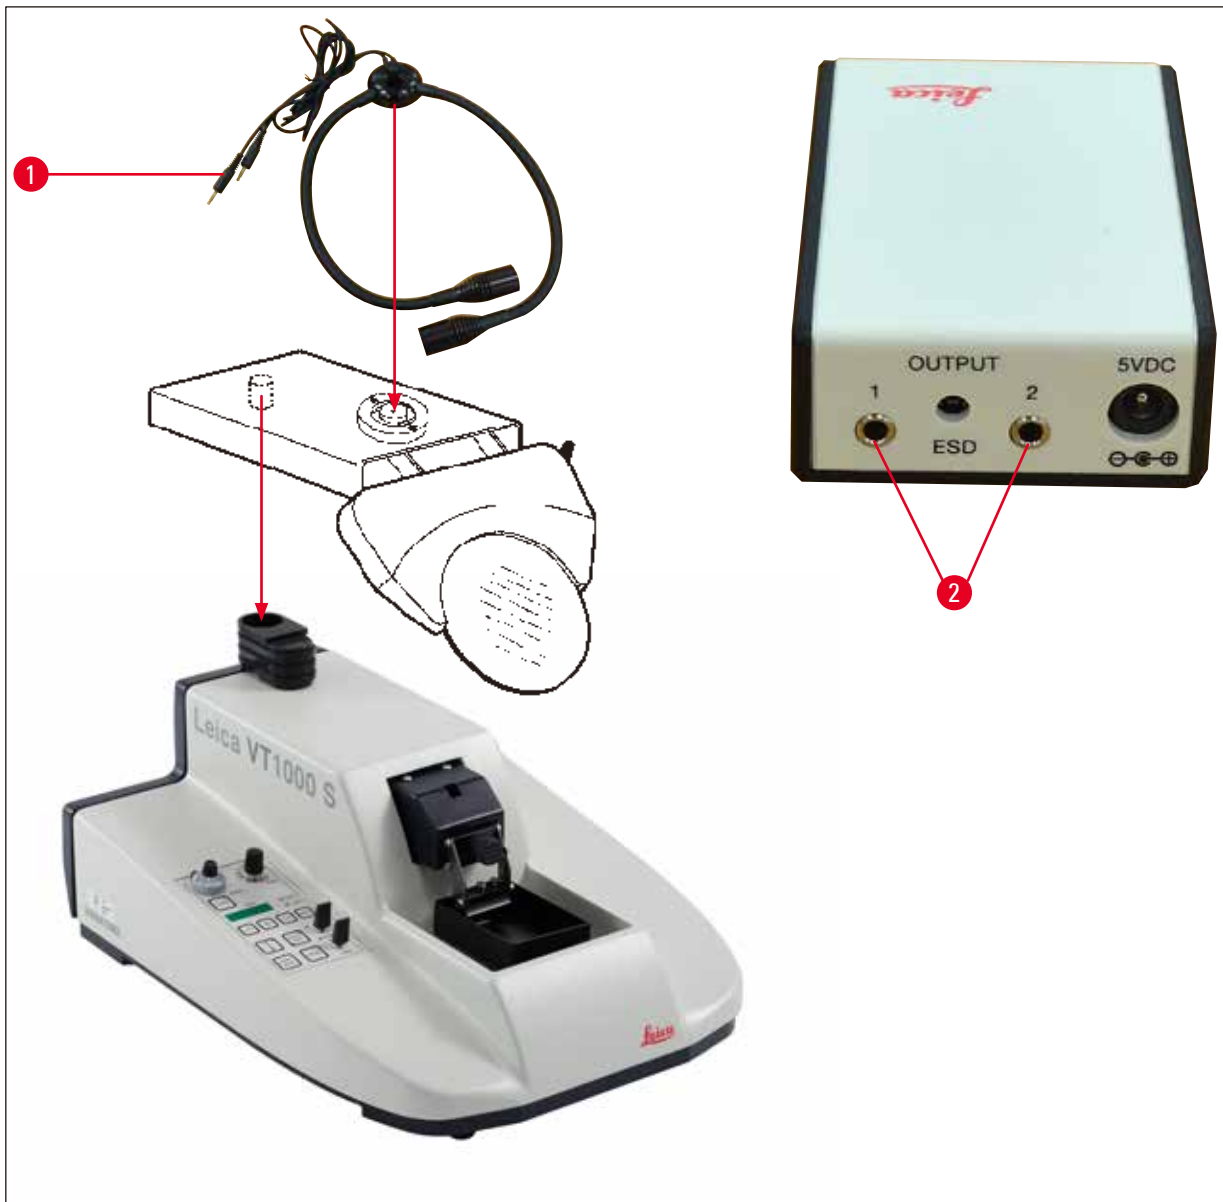

图 9
7. 将放大镜支架和双臂 LED 高功率照明灯模块如 (→ 图 9) 所示与机器相连。将双臂 LED 高功率照明灯模块的插头 (→ 图 9-1) 插入 LED 1000 高功率照明灯模块的插口 (→ 图 9-2) 中。